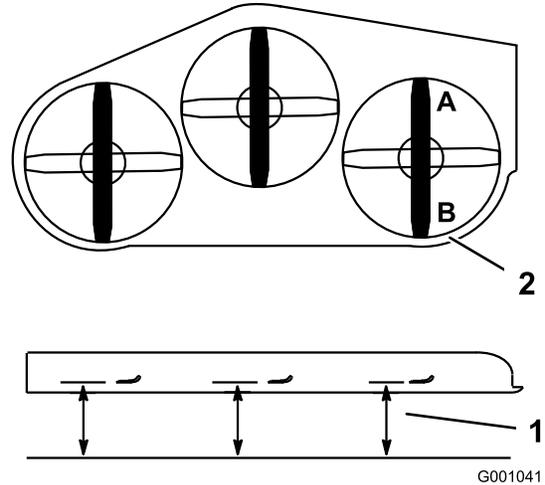

Bild 85
- Stellen Sie 1 Messer in Längsrichtung. Messen Sie an den Stellen **A** und **B** von einer ebenen Oberfläche bis zur Schnittkante der Messerspitzen (Bild 85).